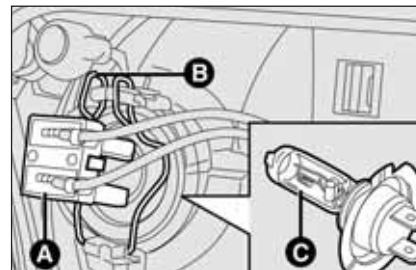

fig. 24
- débrancher le connecteur électrique **A-fig. 24**;
- décrocher le ressort de retenue de l'ampoule **B-fig. 24**;
- enlever l'ampoule **C-fig. 24** et la remplacer;